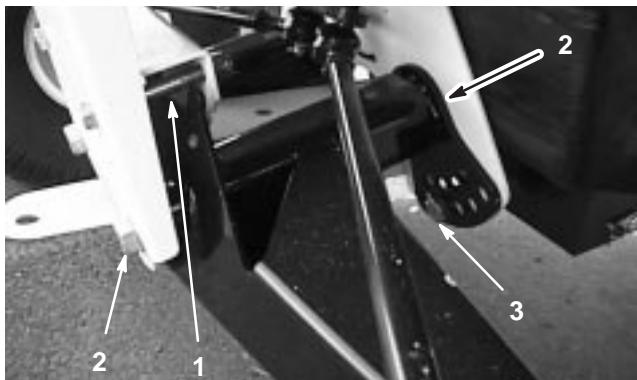

Figure 33
2. Enlevez le boulon limiteur de course (Fig. 33).
- Desserrez les boulons de centrage dans le bras triangulé avant (Fig. 33).
- Retirez le boulon de réglage de hauteur de caisse (Fig. 33).
- Tournez le bras triangulé avant à la position voulue (voir la note ci-après), puis remettre en place le boulon de réglage de hauteur de caisse (Fig. 33).
- Remettez le boulon limiteur de course (Fig. 33).